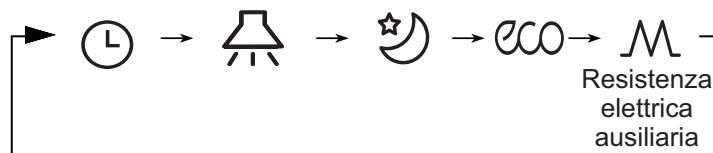

Figura 6.10
- Premere il pulsante **F** (Function) per accedere all'impostazione delle funzioni. Il display del Filocomando mostrerà in sequenza: " ", " ", " ", " ", " " (riserva). In alternativa, premere i pulsanti **▲** e **▼** per accedere alla funzione che si desidera selezionare (vedi Figura 6.10)